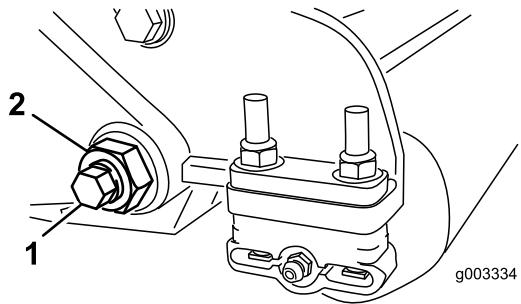

Bild 34
- Lösen Sie an jeder Seite der Maschine die Klemmmutter, mit der die Schraube des Untermesserträgers befestigt ist (Bild 34).